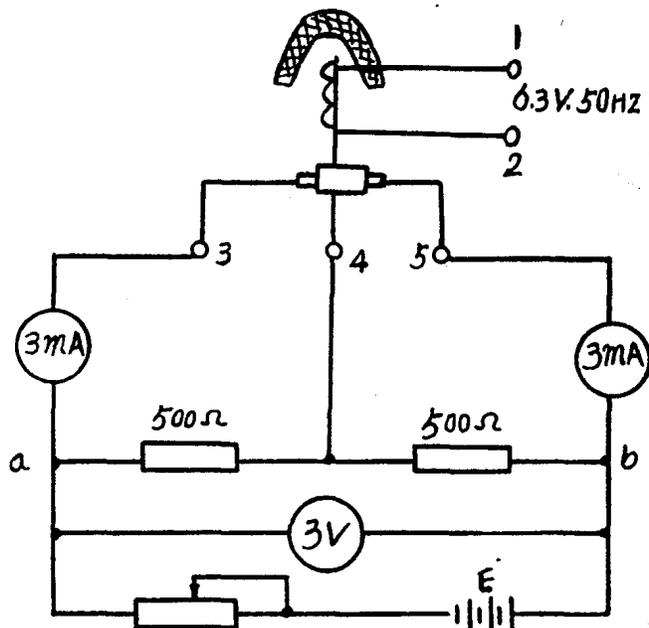

图4 调整振动变流器接线图
- (1) 松开外壳上的三个螺钉卸去外罩；
- (2) 将振动变流器垂直放置；
- (3) 根据图4接上电表、电池和电阻等；
- (4) 旋松振动变流器支架上的两只垂直螺钉（压紧用）；
- (5) 旋动两只水平调整螺钉，使电流表的读数为1.59~1.65mA，电压表指数为1.5V，旋紧压紧螺钉，罩上外罩后电流应保持不变；
- (6) 以调整磁钢位置的方法，使励磁圈的电压改变为4~7V，此时二个电流表的读数偏差不超过0.15mA；
- (7) 在不振动时二触针应保持接触；
- (8) 振动6小时再校一次。